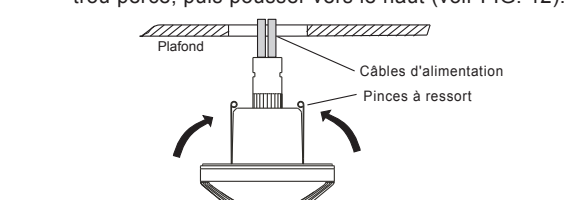

FIG. 12
#### 3.3.2.4 Insérer les deux pinces à ressort du détecteur dans le trou percé, puis pousser vers le haut (voir FIG. 12).
3.3.3.4 Assembler le détecteur et le boîtier électrique, puis les fixer avec deux vis (voir FIG. 12).